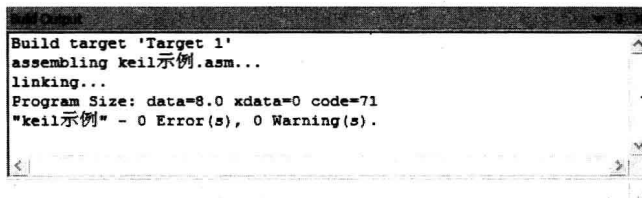

图 1-8 错误和警告信息
4) 编译项目并创建 HEX 文件 在“Target”选项卡中设置好参数后，就可对源程序进行编译。单击图标  或执行菜单命令“Project”→“Build Target”，可以编译源程序并生成应用。当所编译的程序有语法错误时，μVision4 将会在“Build Output”窗口中显示错误和警告信息，如图 1-8 所示。双击某一条信息，光标将会停留在 μVision4 文本编辑窗口中出现该错误或警告的源程序位置上。